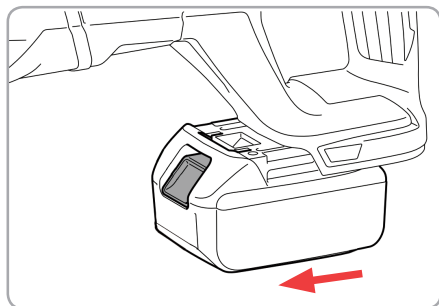

Fig.3
- Acumulatorul trebuie să fie introdus complet până când butonul de reținere se blochează automat (Fig.3).